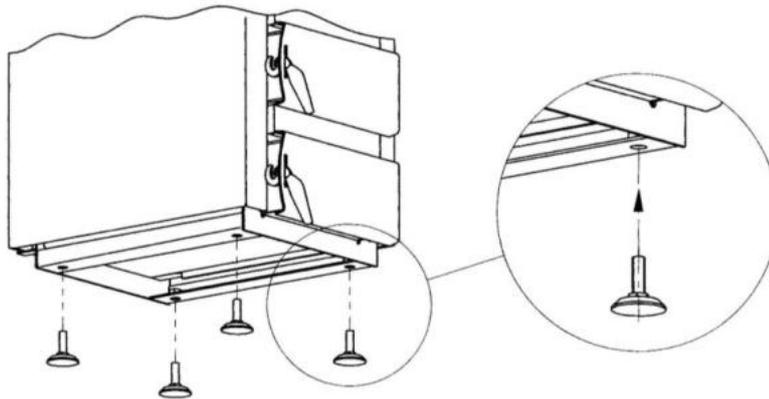

Abb. 3. Ausrichten des Kessels
**A.** Der Kessel ist auf einem brandsicheren Boden aufzustellen; es ist eine wärmeisolierende mindestens um 2 cm auf der Seite vom Gestell des Kessels größere Platte zu unterlegen. Sollte der Kessel im Keller betrieben werden, wird die Aufstellung auf einer Untermauerung mit einer Höhe von 5-10 cm empfohlen. Der Kessel ist auszurichten. Zum Ausrichten des Kessels dient eine Stellschraube (4 St.) – mit dieser Schraube ist die Länge des Stützfußes des Behälters entsprechend zu fixieren (Abb.3).